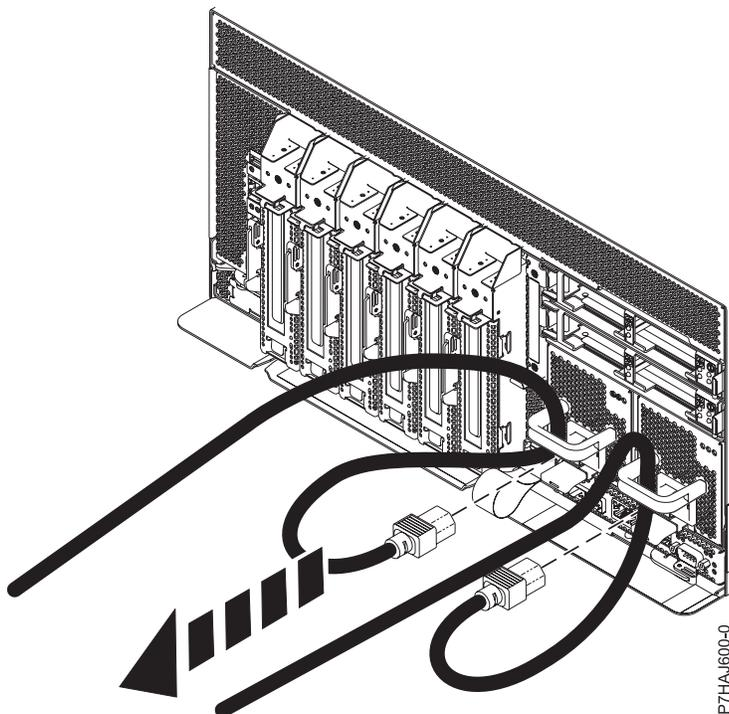

Figura 33. Remover os cabos de alimentação
3. Desligue os cabos de alimentação da unidade do sistema, como indicado em Figura 33 na página 52.